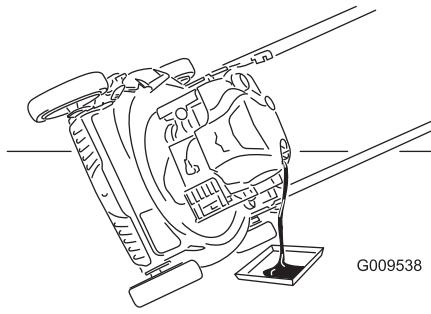

Bild 20
- Kippen Sie die Maschine zur Seite, der Einfüllstutzen zeigt nach unten, um das Altöl über den Einfüllstutzen in eine Auffangwanne abzulassen (Bild 20).